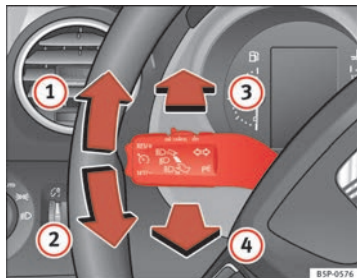

Fig. 76 Palanca de intermitentes y de luz de carretera
- Desplace la palanca hacia arriba hasta el tope ⇒ fig. 76 ① para encender el intermitente **derecho** o bien hacia abajo ②, para encender el intermitente **izquierdo**.
- Si las luces de cruce están activadas pulse la palanca hacia adelante ⇒ fig. 76 ③ para encender la luz de carretera.
- Pulse la palanca hacia el volante ⇒ fig. 76 ④ para apagar la luz de carretera.